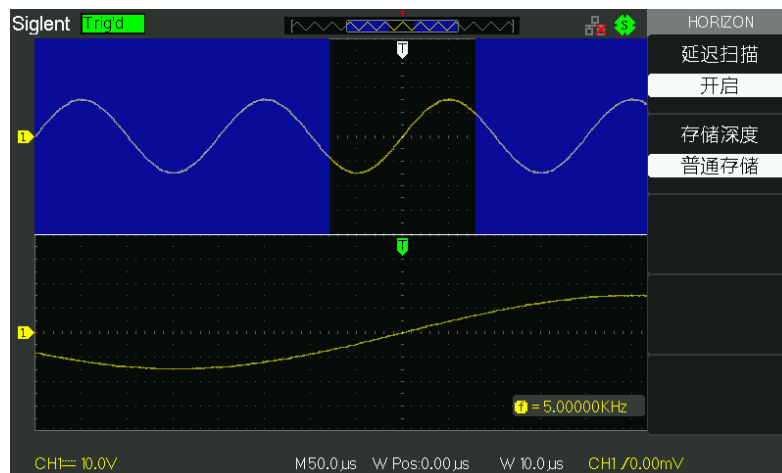

图 2-19 Hori Menu 菜单
3. 旋转【S/div】旋钮（调节窗口的大小）和旋转水平【POSITION】旋钮（调节窗口的位置）选定您要观察的波形的窗口如图 2-19 所示，窗口时基不能慢于主时基。